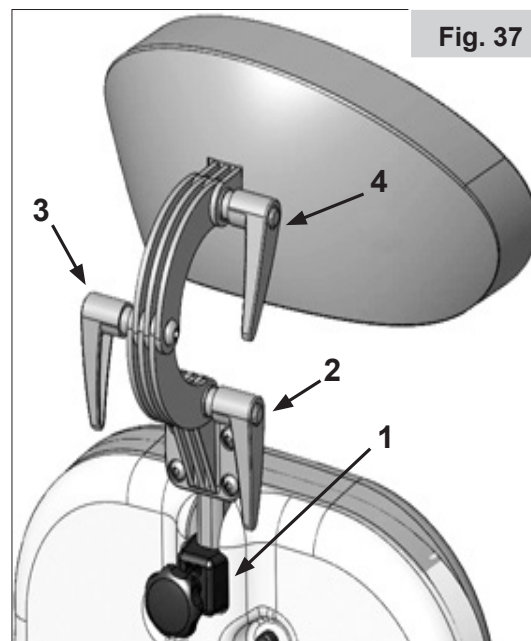

Fig. 37
O encosto de cabeça pode ser subido (1) e movido para a frente e para trás, (2-3-4). Para tal, basta desapertar as alavancas relevantes, ajustar o encosto da cabeça para a posição pretendida e apertá-las de novo, (Fig. 37).